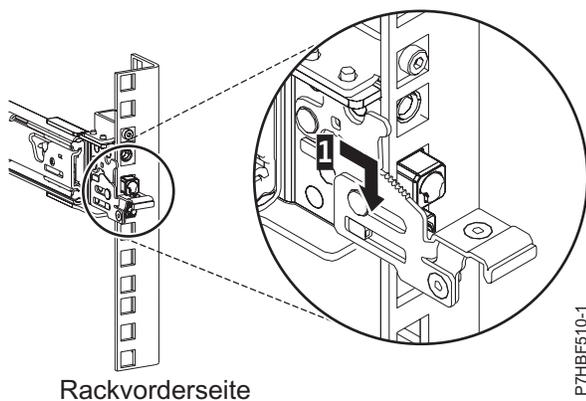

Abbildung 6. Vordere Schiene des Racks mit eingerasteten Stiften
- Ziehen Sie die Schiene nach vorn und setzen Sie die beiden Stifte (1) an der Vorderseite der Schiene in die beiden unteren Bohrungen der EIA-Einheit ein, die an der Vorderseite des Racks markiert sind. Lassen Sie die Schiene einrasten (siehe Abb. 6).